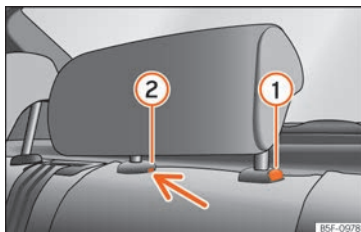

Fig. 159 Apoyacabezas trasero central: punto de desbloqueo.
- Para ajustar el apoyacabezas a una altura menor, pulse la tecla ① » » » **fig. 159** y desplácelo hacia abajo.
- Pulse la tecla ① » » » **fig. 159**, apretando a la vez por el orificio del seguro ② » » » **fig. 159** con un destornillador plano de máximo 5 mm de anchura y retire el apoyacabezas.